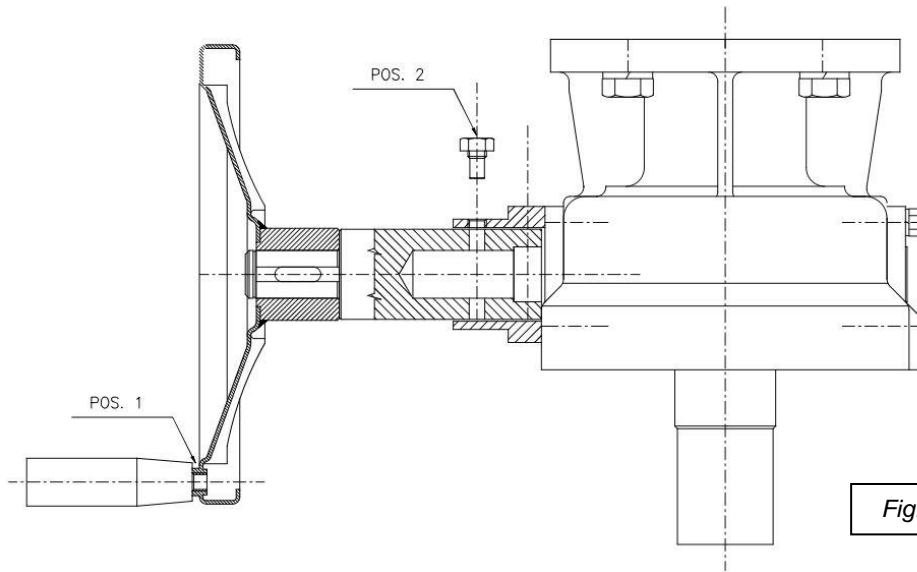

Fig. 3
Il volantino del comando manuale (fig. 3, pos. 1) può essere bloccato meccanicamente a mezzo di vite (pos. 2) prevista sul mozzo dello stesso. Per azionare il comando manuale è necessario rimuovere la vite (pos. 2).
Handwheel (fig. 3, pos. 1) can be lock mechanically using an external screw (pos. 2).